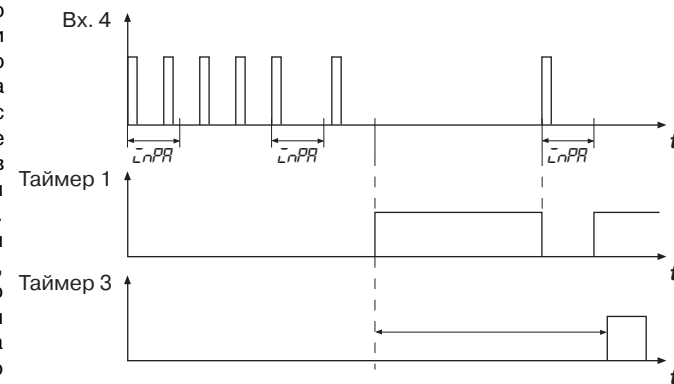

Рис. 6
3.2.5.3. Таймер 3 предназначен для задержки выключения управления приводом на время, заданное в программируемом параметре \overline{LntR} (см. *прил. В*, табл. В3), обеспечивая плотное закрытие задвижки (рис. 6). Кроме того, благодаря такой задержке исключается ложное выключение управления приводом при «подклинивании» задвижки в процессе движения.